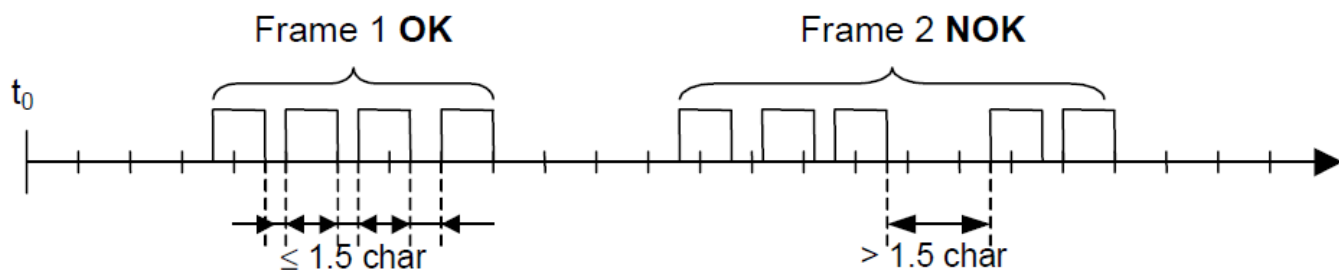

Рисунок 15
- Сообщение состоит из последовательности байтов. Эти байты должны отправляться без каких-либо задержек. Максимально допустимый интервал между двумя знаками сообщения не может превышать  $1,5T$ , где  $T$  – время передачи одного знака (11 битов). Если интервал времени между двумя знаками превысит  $1,5T$ , сообщение может быть определено принимающим устройством как неправильное и отклонено (рисунок 15).